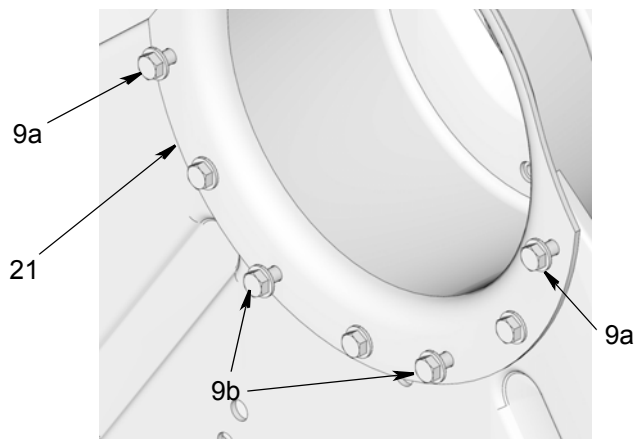

FIG. 6
2. Retirar cuatro de los pernos de montaje (9a y 9b, la fig. 6) del soporte de montaje del motor (21). Estos agujeros se utilizan para asegurar el módulo de motor (26) al soporte de montaje del motor (21).